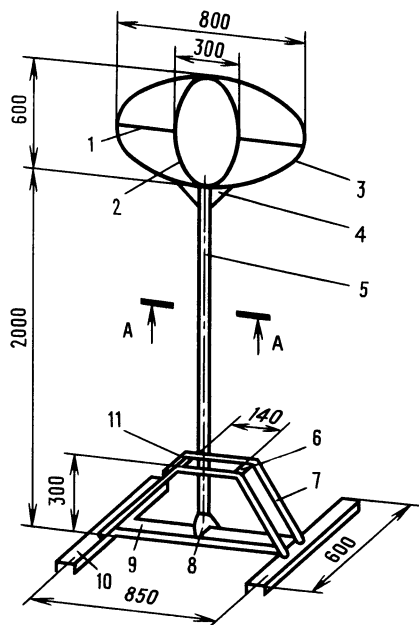

Рис. 25. К задаче 32
32. Изобразите упрощенно три проекции «Эллипсбола», представленного на рис. 25, без проработки деталей; для разреза *A — A* покажите только место на чертеже, можно прямоугольником. Для того, кто захочет изготовить эту игру, можно рекомендовать следующие материалы: для деталей 1, 2, 3, 6 и 7 — прутковая сталь Ст3 диаметром 10 мм; для